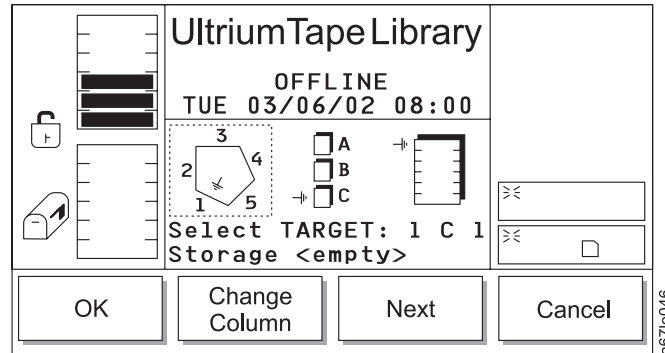

Abbildung 85. Ablagefachdialog
- Wird **Slot** ausgewählt, erscheint der Ablagefachdialog (siehe Abb. 85 auf Seite 109).
Tabelle 34. Übersetzung von Abb. 85, Ablagefachdialog
- Wird **Next** ausgewählt, ändert sich der aktuelle Quellenparameter (wie im Ablagefachdialog in Abb. 85 auf Seite 109 dargestellt) von einem Ablagefach in eine Säule.
- Wird **OK** ausgewählt, erscheint der Ablagefachdialog (siehe Abb. 85 auf Seite 109).